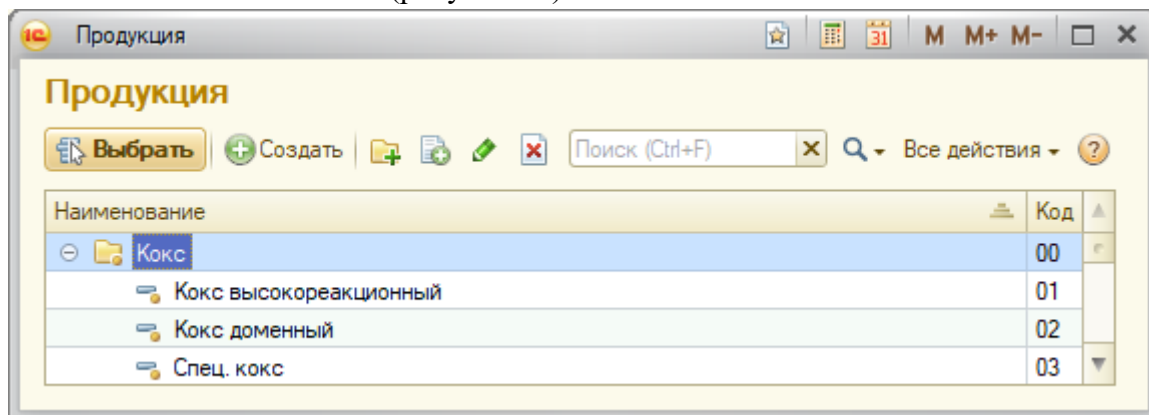

Рисунок 20
3.2.9 заполнить поле «Тип кокса» (рисунок 20)